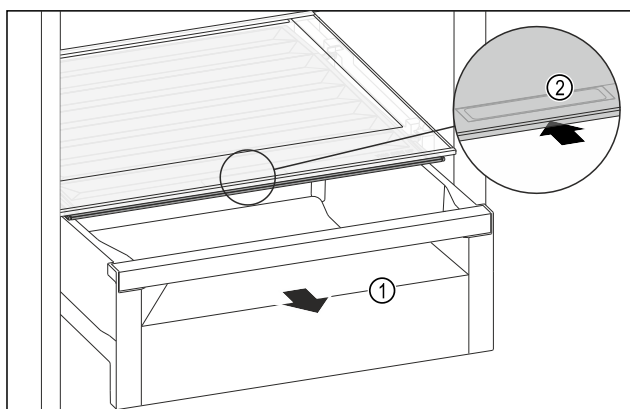

Fig. 107
- Retirer le tiroir Fig. 107 (1).
- Saisir la poignée encastrée Fig. 107 (2) du couvercle du compartiment et pousser le couvercle du compartiment vers l'arrière.